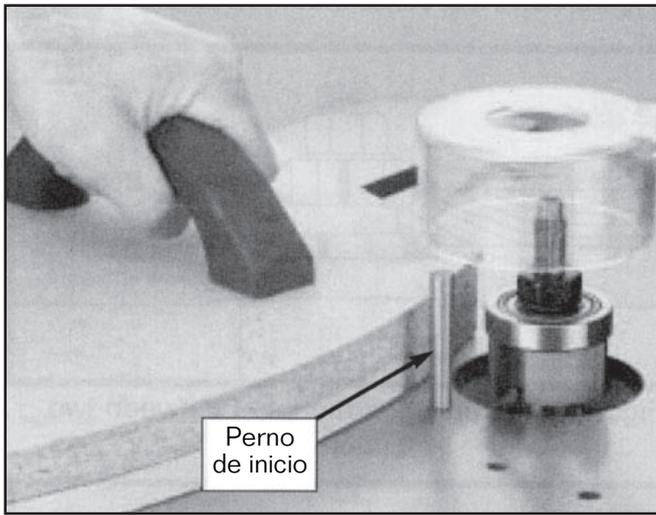

Figura 32. Sujetador usado para apoyar y asegurar la pieza de trabajo (No se muestra la guarda para claridad)
6. Use un conductor como sujetador como se muestra en la Figura 32 o puede utilizar una manija de goma para asegurar o guiar la pieza de trabajo y proteger sus manos.